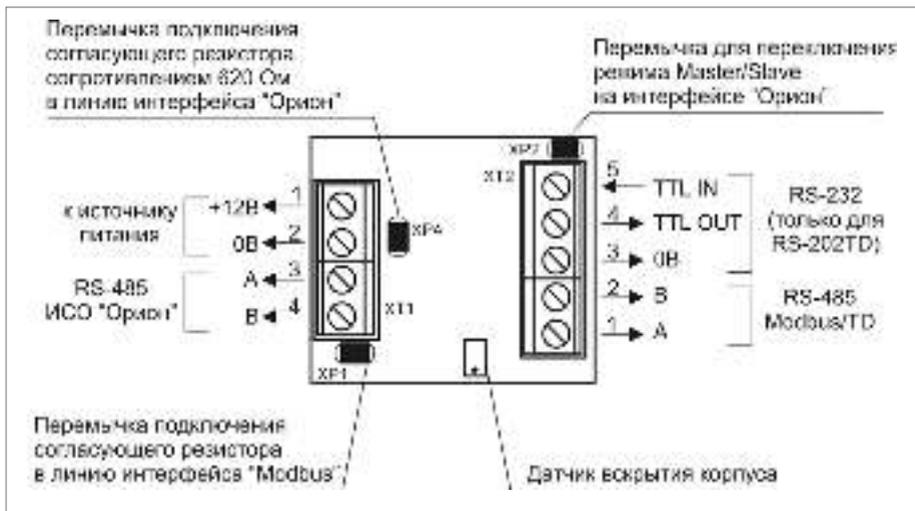
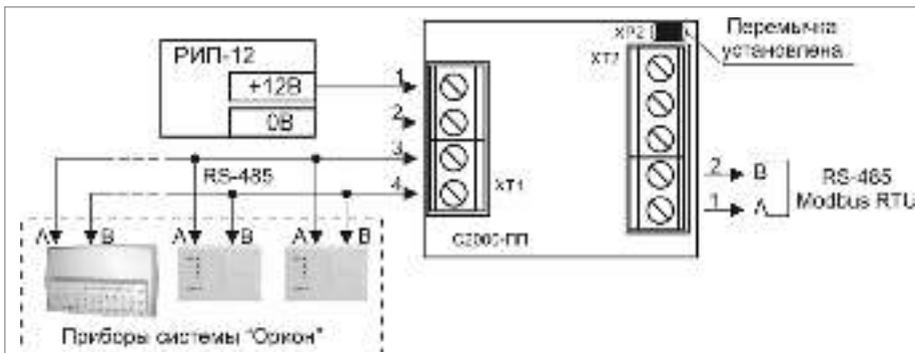

Рисунок 3. Назначение клемм и переключателей преобразователя «С2000-ПП»
Рисунок 4. Подключение преобразователя «С2000-ПП» в режиме «Орион-Master»
1.3. Подключите преобразователь в соответствии с проектной документацией и схемой на рис. 4, 5 (схема подключения зависит от режима работы преобразователя). На рис. 3 показана плата преобразователя и приведено назначение клемм и перемычек.
Подключите к клеммам XT2.1 и XT2.2 преобразователя линии А и В интерфейса RS-485 «Modbus RTU» (рис. 4 и 5), если это указано в проектной документации.
Если преобразователь не является первым или последним в линии интерфейса RS 485 «Modbus RTU», удалите переключатель с разъема XP1 (см. рис. 3).